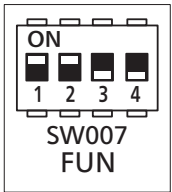

図 16
②アナログ入出力基板を接続して設定温度可変にする場合
- SW007 (4P のディップスイッチ) の 2 番を ON にしてください。(図 16)